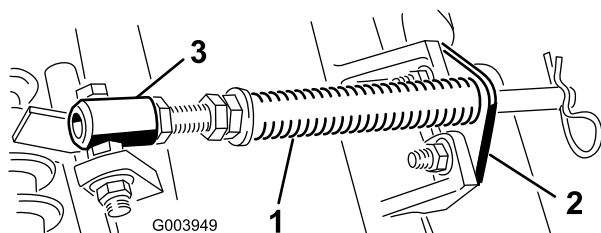

Figure 5
- Retirez les 2 boulons de carrosserie et les écrous qui fixent le support de tige aux pattes du tablier de coupe (Figure 5).
- Retirez l'écrou à embase qui fixe le boulon du tube de ressort à la patte du bâti porteur (Figure 5). Déposez l'ensemble.